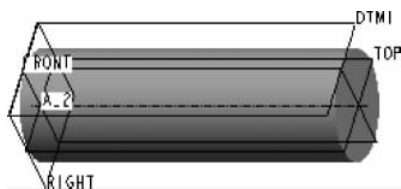

图 3-17 基准平面 DTM1
(4) 单击“基准平面”按钮 ，选择 TOP 平面，设置偏距值为 9.00mm，在“基准平面”对话框中单击“确定”按钮，创建新的参照平面 DTM1，基准平面如图 3-17 所示。